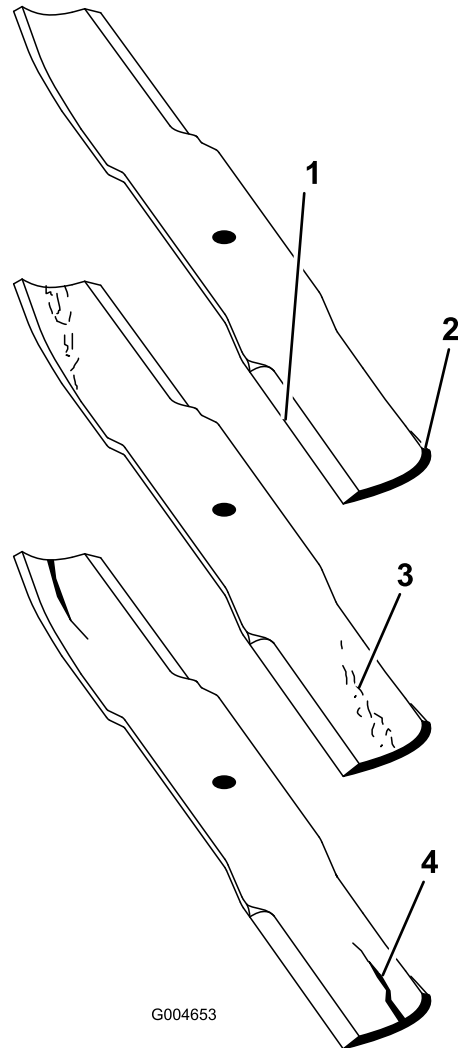

图 21
3. 检查刀刃图 21。如果刀刃不够锋利或有裂痕请清除裂痕并磨快刀片。请参阅“磨快刀片”磨快刀片 (页码 17)。
4. 检查刀片特别是刀翼区图 21。如果您注意到此区域有任何损坏、磨损或形成凹槽图 21 应立即安装新刀片。